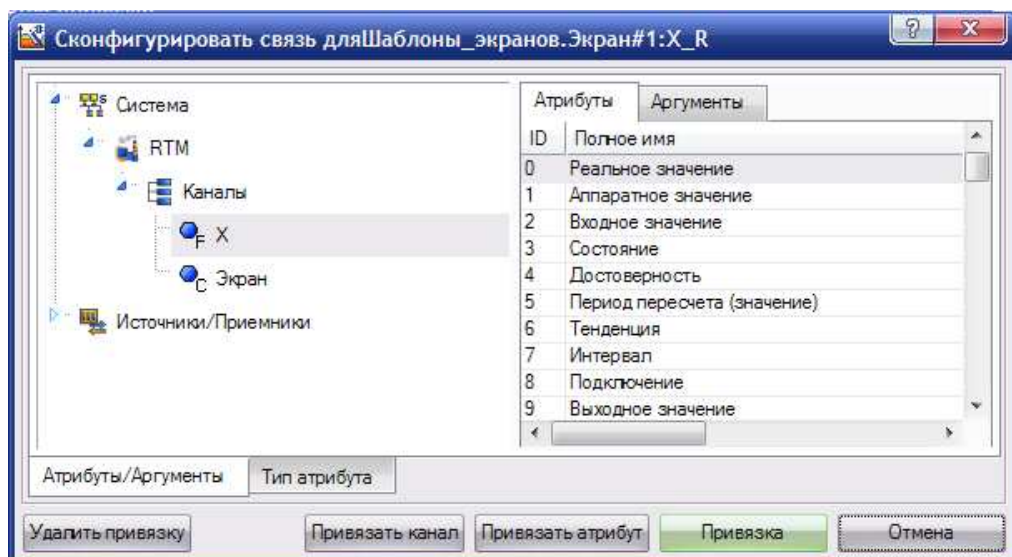
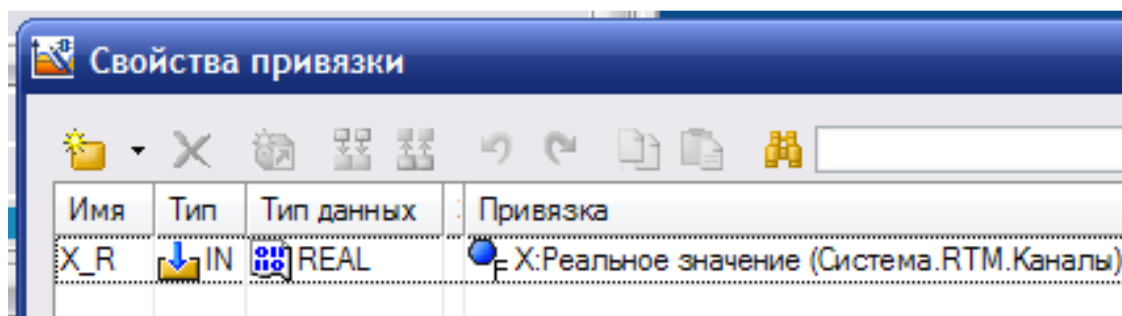
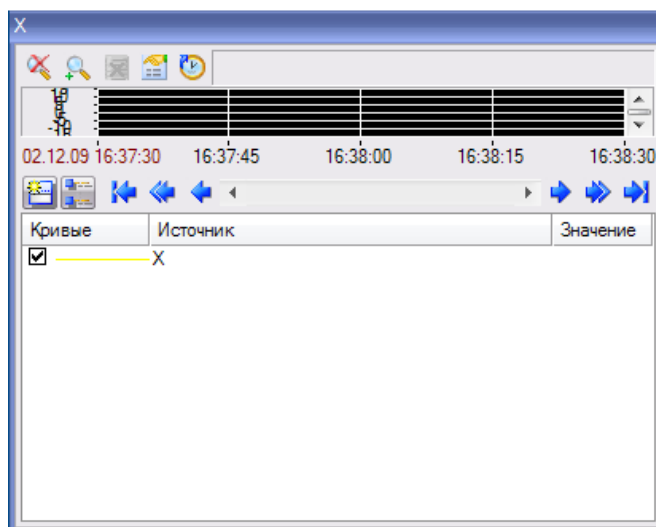

Рис. 3.21 Привязка
Рис. 3.22 Результат привязки
Рис. 3.25 Созданный тренд
11. **Привязка объекта к каналу.** Раскройте раздел *отображаемая величина*. Для этого дважды щелкните левой клавишей мыши на подчеркнутой строчке *отображаемая величина*. Щелкните левой клавишей мыши в поле *привязка*. Откроется окно свойств привязки с пустой таблицей. Щелкните левой клавишей мыши на иконке . Установите тип IN у созданного аргумента ARG_000. Дважды щелкните левой клавишей мыши в столбце *привязка* таблицы. Откроется окно привязки. В левой части открытого окна выделите канал RTM узла, созданный ранее. В правой части окна выберите аргумент реальное значение (рис. 3.21). Щелкните левой клавишей мыши по кнопке *привязка*. Окно свойств привязки примет вид, изображенное на рис. 3.22. В поле *имя* можно ввести новое имя канала аргумента. Щелкните левой клавишей мыши по кнопке *готово*. В поле привязка будет выведено имя созданного аргумента.
левой клавишей мыши в поле **привязка**. Откроется окно, изображенное на рис. 3.22. Выберите созданный ранее аргумент и щелкните левой клавишей мыши по кнопке **готово**. Тренд примет внешний вид, изображенный на рис. 3.25.
15. **Настройка объектов текст.** Выделите объект текст, расположенный слева. В поле **текст** введите имя канала RTM узла. Выделите объект текст, расположенный справа. Откройте раздел **текст** двойным щелчком по подчеркнутой строчке **текст**. В поле **вид динамизации** выберите **значение** (рис. 3.28). Щелкните левой клавишей мыши в появившемся поле **привязка**. Откроется окно, изображенное на рис. 3.22. Выберите созданный ранее аргумент и щелкните левой клавишей мыши по кнопке **готово**. Объекты текст примут вид, изображенный на рис. 3.29.